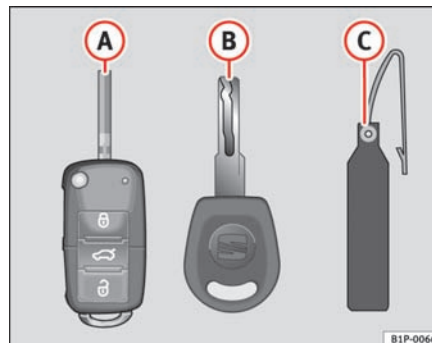

Fig. 63 Nøglesæt
- en nøgle med fjernbetjening ⇒ fig. 63 A (nøglen kan klappes ud)*
Det er ikke muligt at få lavet ekstranøgler uden nøglenummeret på nøglevedhængen ⇒ fig. 63 B. Derfor skal du være opmærksom på følgende:
- Anvend de to nøgler, der følger med bilen ⇒ side 98, fig. 63, nøglen med fjernbetjening  (A) og den normale nøgle  (B).